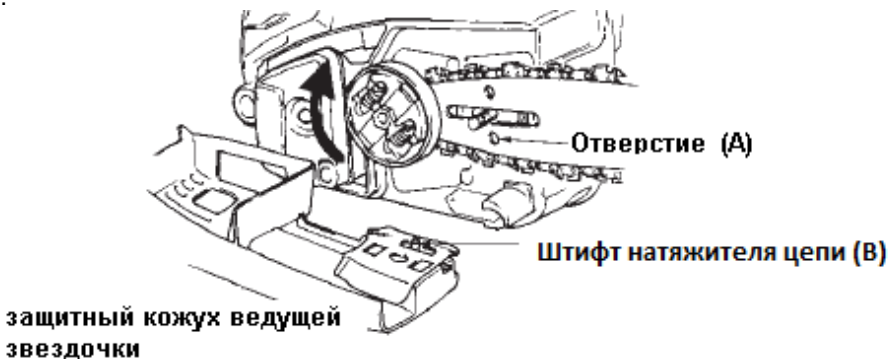

Рис.2
3. Установите пильную шину, затем установите пильную цепь вокруг шины и звездочки (рис.2).
6. Установите защитный кожух ведущей звездочки (крышку) совместив штифт натяжителя (В, Рис.2) с отверстием направляющей шины (А, Рис.2). Накрутите гайки крепления кожуха так, что бы шина могла перемещаться вдоль направляющих.